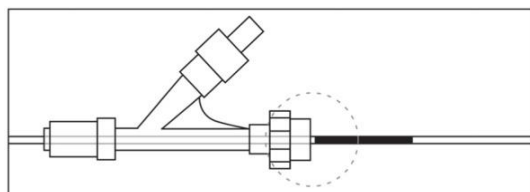

図1
9. 長さ 150cm 以上のマイクロカテーテルを使用している場合、X線不透過マーカーが回転式止血弁に揃うまで、デリバリープッシャーを進める(図1)。この時点でX線透視によるガイドを開始する。